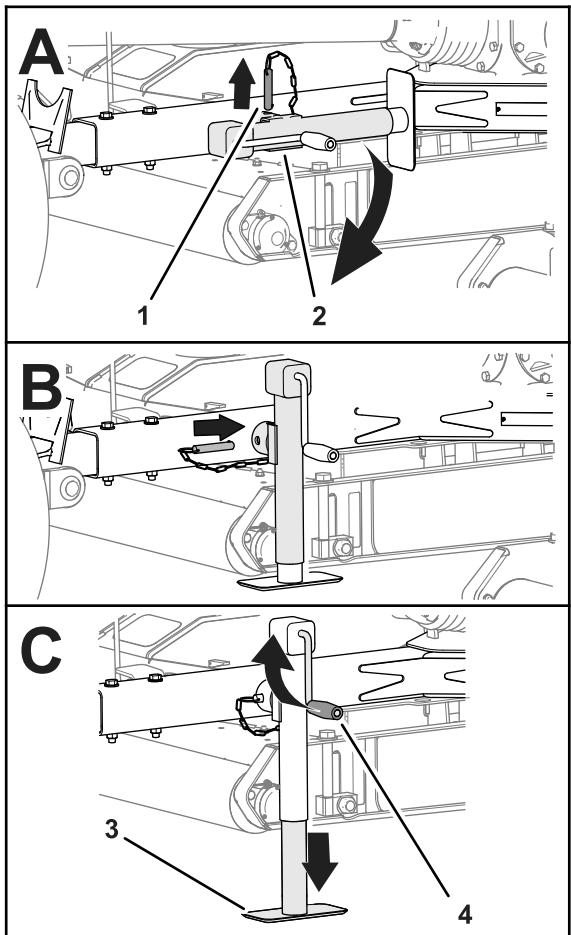

Figura 23
3. Rimuovete il perno e ruotate in verticale il martinetto della barra di traino (Figura 23).
4. Allineate il foro nella barra di traino con il foro nel martinetto (Figura 23).
5. Inserite il perno attraverso i fori nella barra di traino e nel martinetto (Figura 23).
- Ruotate la stegola del martinetto per sollevare completamente il cuscinetto del martinetto; fate riferimento alla Figura 23 in Supporto del tosaerba con il martinetto \(pagina 17\).